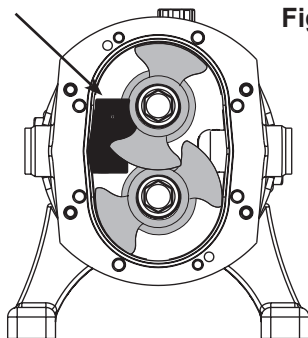

Fig. 9
1. Ta bort timing-delarna (54) enligt beskrivning i avsnitt 4.6.
2. Ta bort växelkilen (40), mellanläggen (53), distansbiten (52) och låsringen (51).
3. Vik undan låsfliken på låsbrickan (49).
4. Placera rotorns låsbit enligt fig. 9 och lossa drivaxelns (38) lagers låsmutter (50).